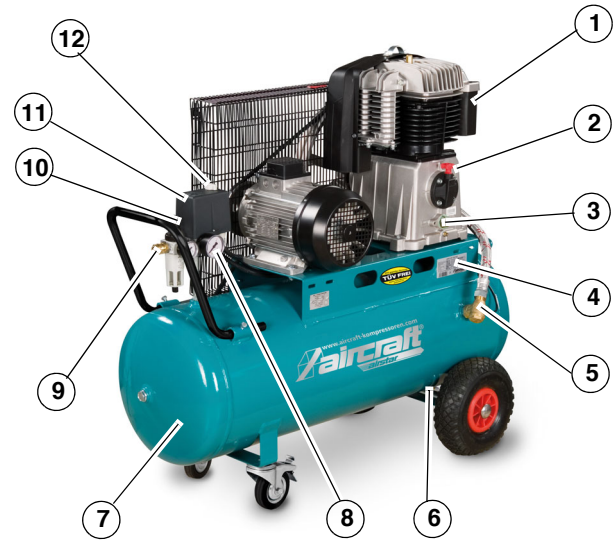

Abb. 7: AIRSTAR 703/100
Schritt 5: Lassen Sie den Kompressor beim Erststart ungefähr zehn Minuten lang mit einem untergestellten Auffangbehälter laufen, wobei die Entwässerung (Pos. 6, Abb. 7) geöffnet ist.